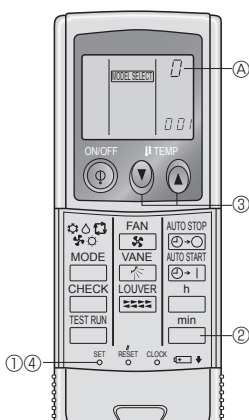

Fig. 6-4
4) Procedimiento para establecer el número del par en el mando a distancia (Fig. 6-4)